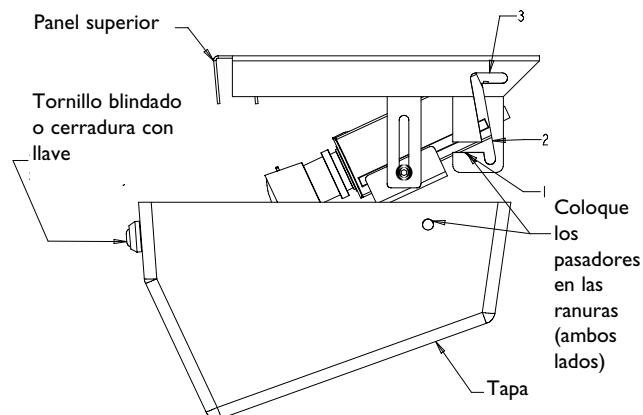

Figura 11: Instalación de la tapa
1. Monte la tapa alineando los dos pasadores cercanos a la parte posterior de la tapa con las aberturas de las ranuras con forma de z del panel superior. Deslice la tapa hacia atrás y hacia arriba y, por último, hacia atrás de nuevo. Apriete el tornillo blindado o bloquee con la llave. Véase la figura 11.